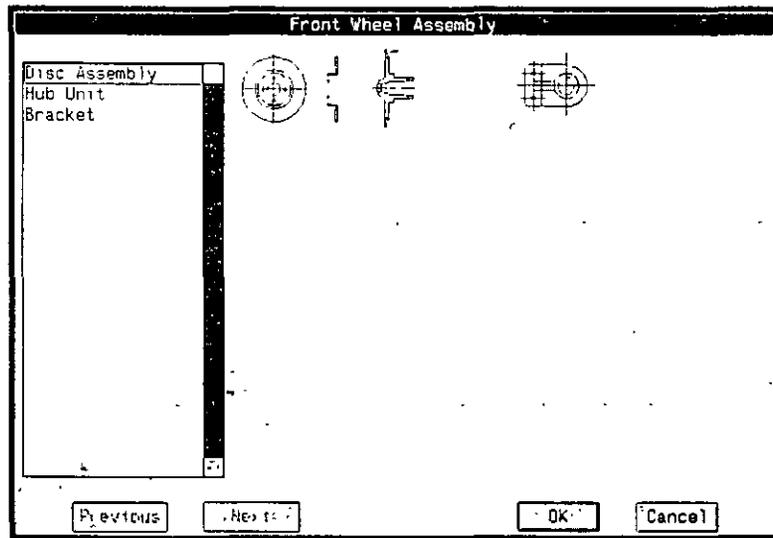

Figura 8-7. Menú de iconos terminado
3. Elija el menú de iconos Front Wheel Assembly. Si el archivo *tutor.mnu* está correctamente modificado, el menú tendrá el aspecto de la Figura 8-7.